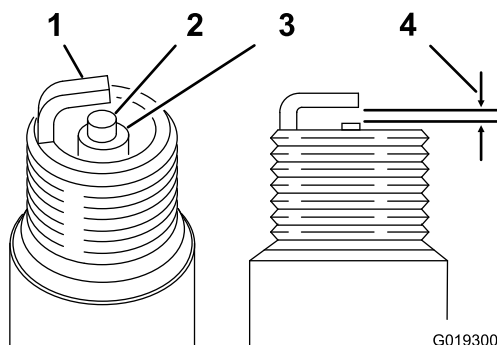

Figura 32
Distanza: 0,70 a 0,80 mm; fate riferimento a Figura 32
4. Impostate la distanza fra gli elettrodi tra 0,70 e 0,80 mm, come illustrato nella Figura 32.